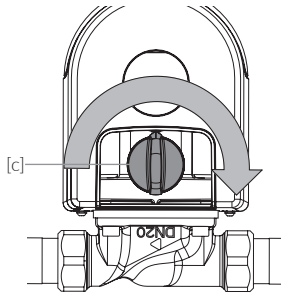

Abb. 8.2
- / Abb. 8.2: Den Griff [c] in Pfeilrichtung um 90° drehen bis zum Anschlag.